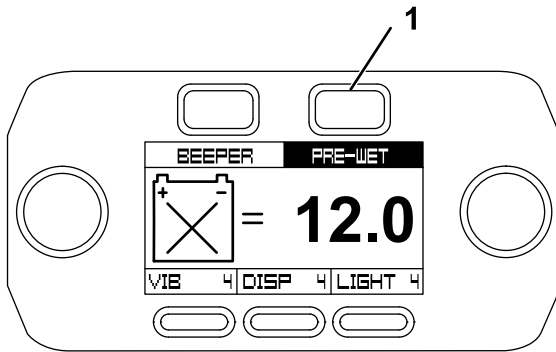

Bild 44
2. Betätigen Sie die Taste „Pre-Wet“ [Vorbenetzen] (Bild 44).